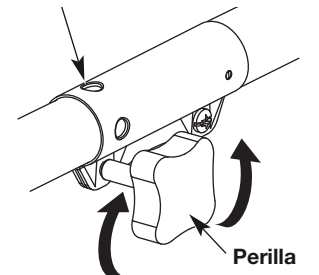
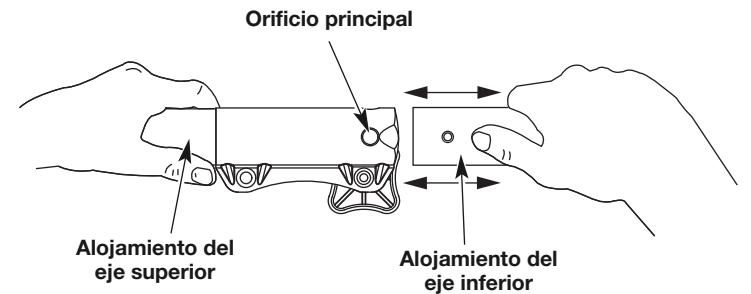

Fig. 3
Fig. 5
1. Gire la perilla en el sentido contrario a las agujas del reloj para aflojarla (Fig. 3).
2. Mientras sujeta con firmeza el accesorio, empujelo en línea recta dentro del acoplador hasta que el botón de liberación entre a presión y quede firme dentro del orificio principal (Fig. 5).
3. Gire la perilla en el sentido de las agujas del reloj para ajustar (Fig. 3).
PRECAUCIÓN: Antes de utilizar esta unidad, asegúrese de que el botón de liberación entre a presión completamente dentro del orificio principal (Fig. 5) y que la perilla (Fig. 3) quede bien ajustada.
3. Mientras sujeta firmemente el alojamiento del eje superior, tire del accesorio de manera recta para sacarlo del acoplador (Fig. 5).